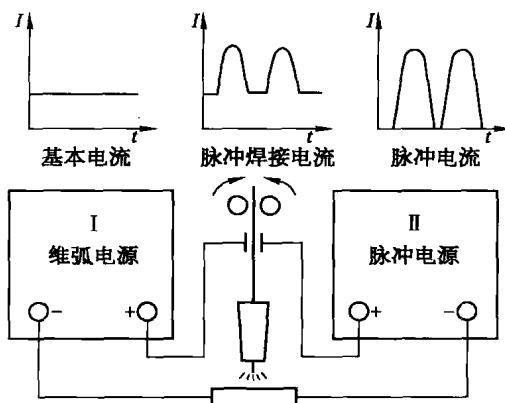

图 1-4 脉冲氩弧焊电源示意图
3) 钨极脉冲氩弧焊 如果在熔化极氩弧焊(MIG)或非熔化极氩弧焊(TIG)电源中加入脉冲装置，使焊接电流有规则的变化，即获得脉冲电流，用脉冲电流进行氩弧焊时称为钨极脉冲氩弧焊，通常用来焊接较薄的焊件。脉冲氩弧焊电源示意图如图 1-4 所示。